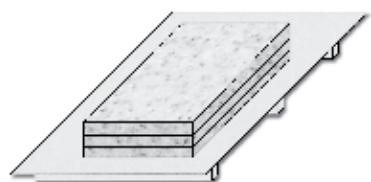

Fig. 1
- 5.1 HI-MACS® doit toujours être stocké à plat sur des palettes solides avec un panneau de protection placé sur la plaque du haut. **Fig. 1.**